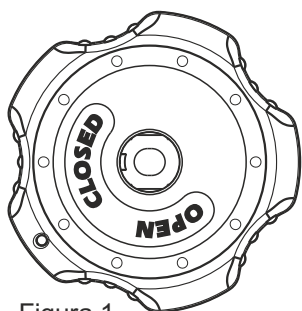

Figura 1
- 4.1 Introducir el pomo sobre la válvula con las inscripciones "OPEN" y "CLOSED" según figura 1. El pomo debe entrar totalmente hasta hacer tope con la válvula.
Si el pomo está "invertido", verificar la posición de la chapa de arrastre, ésta NO entrará hasta su totalidad. Buscar la posición correcta antes de su montaje en válvula, de forma que "OPEN" y "CLOSED" queden según figura 1.